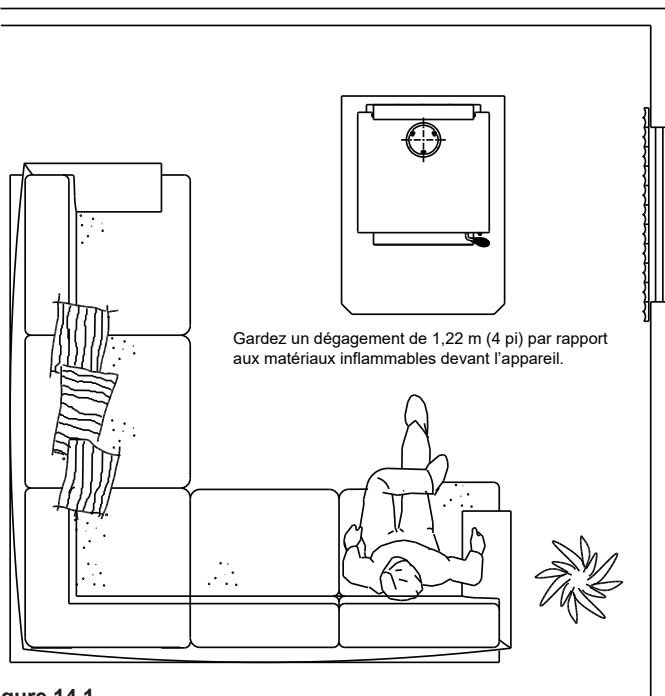

Figure 14.1
- Ne placez AUCUN objet inflammable à moins de 1,2 m (4 pi) devant l'appareil (**Figure 14.1**).